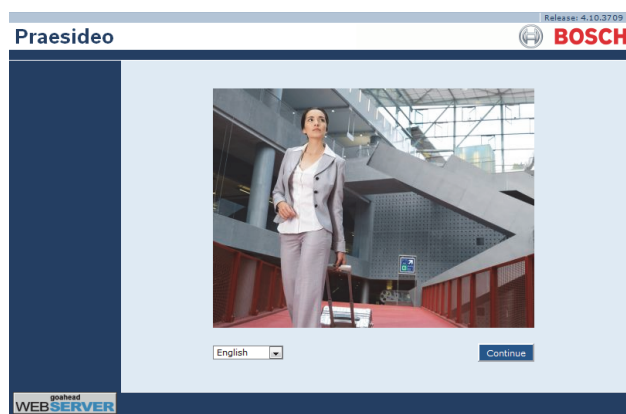

figure 41.1: Page d'accueil de l'interface web Praesideo
- 2 Entrez l'adresse IP du contrôleur de réseau dans la barre d'adresse. Un écran semblable à celui illustré à la figure 41.1 s'affiche.
Après avoir cliqué sur le bouton *OK*, un écran semblable à celui illustré à la figure 41.1 s'affiche. L'ouverture d'une session hors ligne de l'interface Web est similaire à l'ouverture d'une session sur l'interface Web « réelle ».